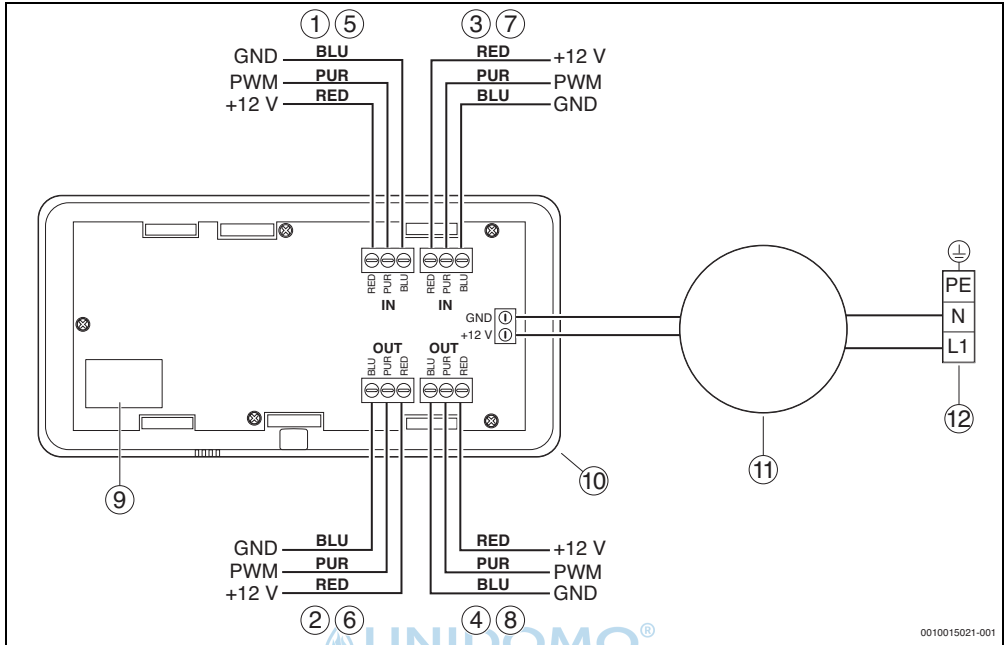
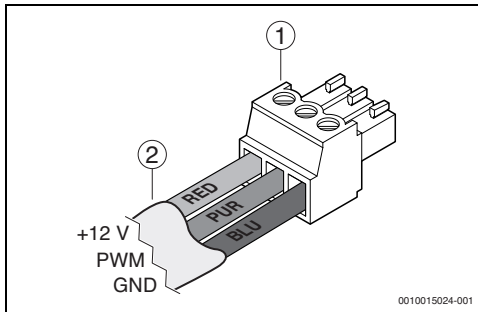

Bild 1
Bild 4
- ▶ LiYY-Kabel mit drei verschiedenen Litzefarben wählen und jeweils die Anschlüsse BLU, PUR und RED an Bedieneinheit (→ Bild 1) und Stecker (→ Bild 4) mit Litze der gleichen Farbe verbinden.